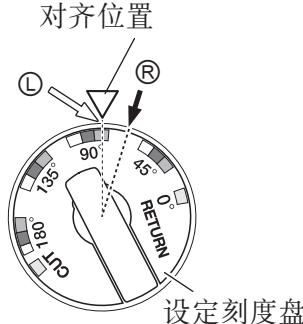
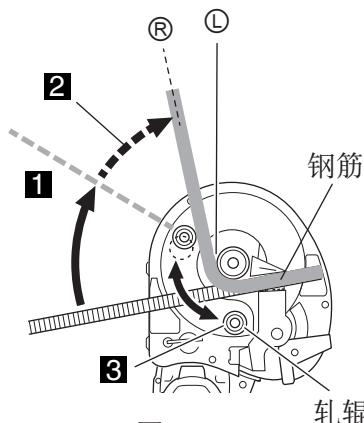

图 42
图 43
- (1) 将设置刻度盘设置为期望角度 ① 更大的角度 ② (图 42)
- (2) 设置钢筋并松开开关锁（见第 18 页的“1. 开关操作”）
- (3) 按所需角度拉动开关至角度 ② 并松开（图 43 ①）
如果角度需要更多弯曲，请按手动模式开关返回正常旋转并稍微弯曲一点。)(图 43 ②)(图 45)
(5) 当钢筋弯曲到所需角度时，继续以反向旋转模式拉动开关，直到滚轮返回其原始位置。(图 43 ③)